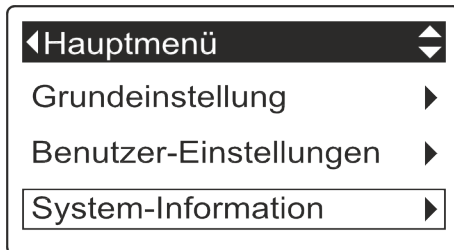

Abb. 22: System-Information anzeigen
2.  betätigen, bis das Menü „System-Information“ ausgewählt ist (Abb. 22).